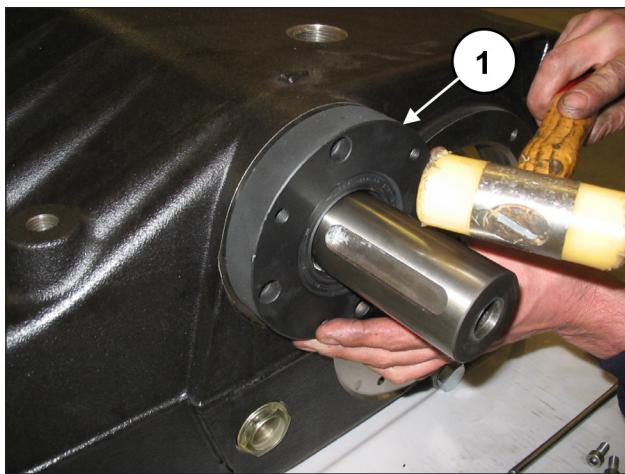
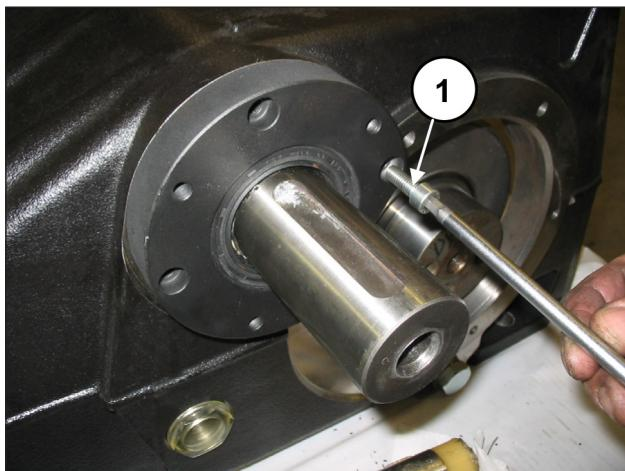

图 67
图 68
使用代码为27539500的工具（①，图 67），将动力输出轴的首个轴承盖（左或右）连同油封安装到泵壳上，并通过4个M8x30螺栓（①，图 68）固定。
将缺少的PTO轴承盖安装到泵壳上（位置①，图 67）并用4个M8x30螺钉（位置①，图 68）固定。